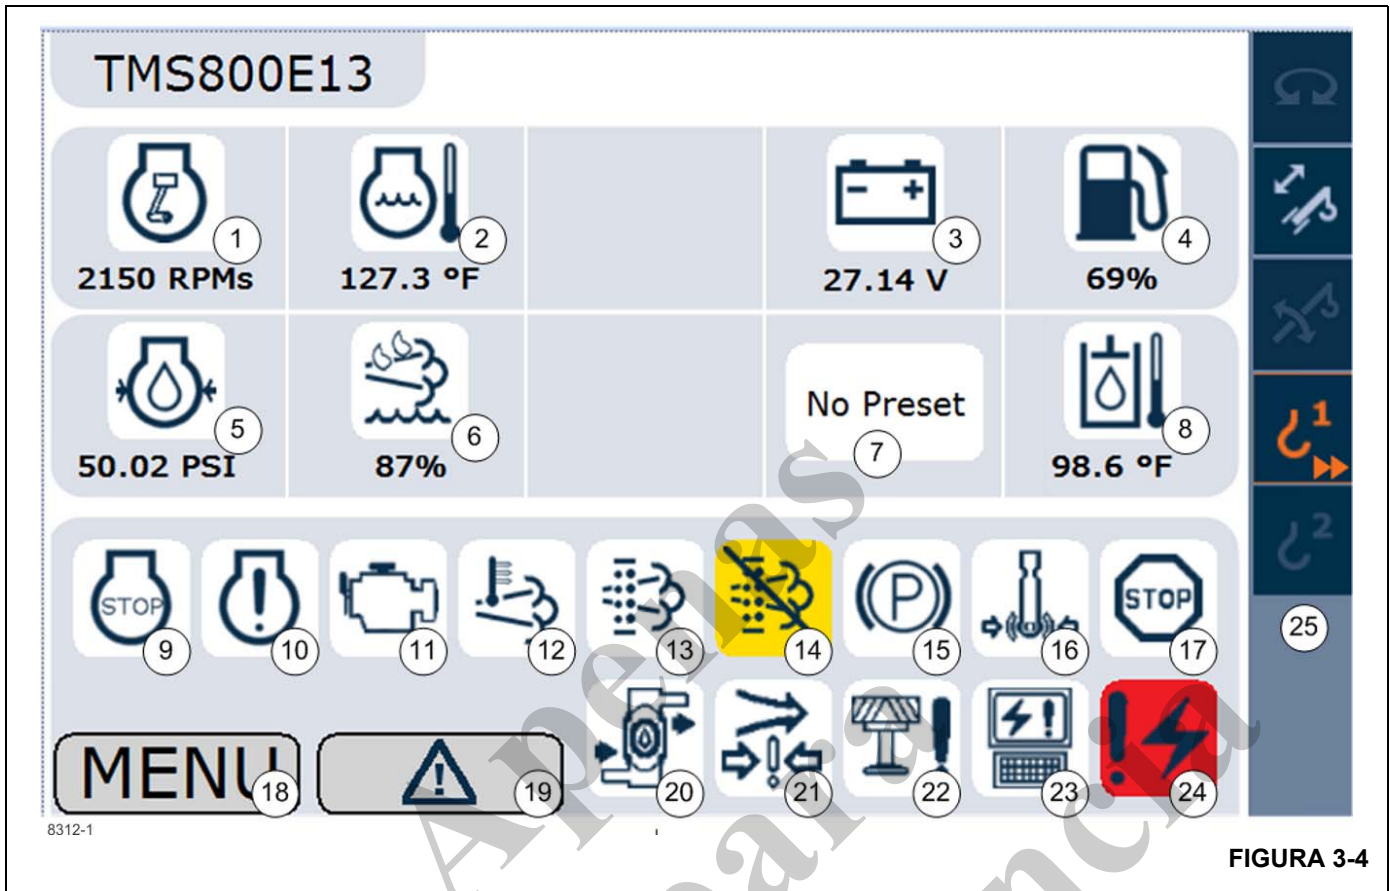

FIGURA 3-4
Esta tela (Figura 3-4) é a tela principal do operador e será a primeira tela visível após a inicial. A tela mostra indicadores e informações do motor e do sistema do guindaste.
Rotação do motor (1) (Figura 3-4)